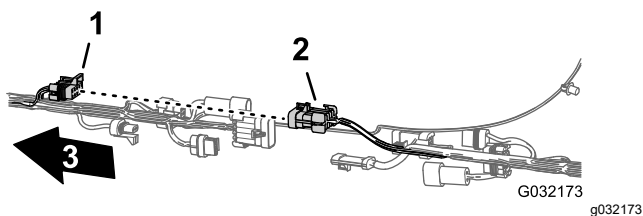
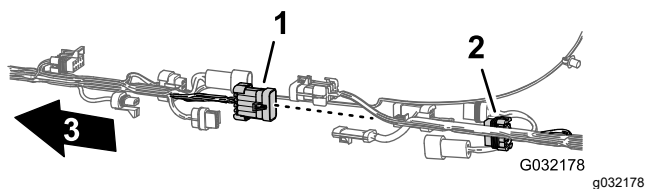

Figura 8
Figura 13
2. Desconecte los 6 pares de conectores que unen los arneses de cables delantero y trasero, según se muestra en la Figura 8 y siguientes hasta la Figura 13.